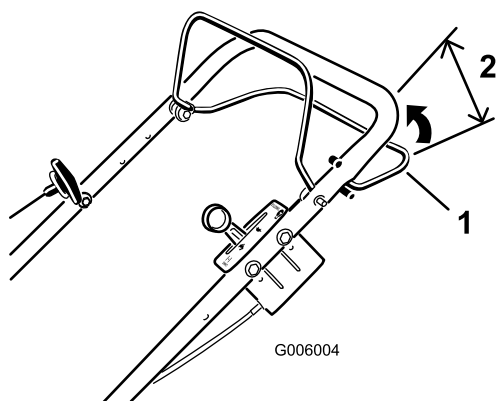
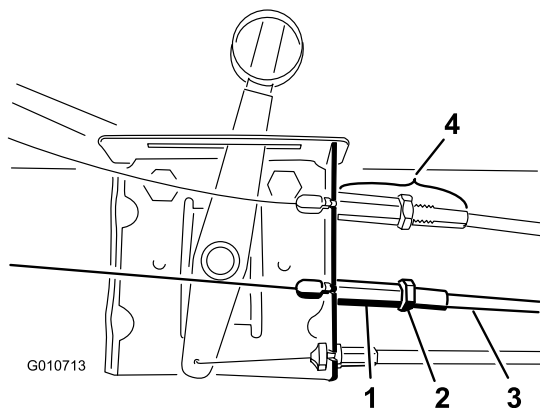

Figure 43
Figure 44
Si la tondeuse ne se propulse pas automatiquement ou avance quand la barre de commande d'autotraction est à plus de 57 mm du guidon (Figure 43), réglez l'autotraction.
1. Desserrez l'écrou de blocage (Figure 44).
2. Vissez la gaine du câble dans l'écrou soudé pour augmenter l'écart entre la barre et le guidon (or dévissez la gaine de l'écrou soudé pour réduire l'écart) (Figure 44) jusqu'à ce que vous obteniez l'écart correct (Figure 43).